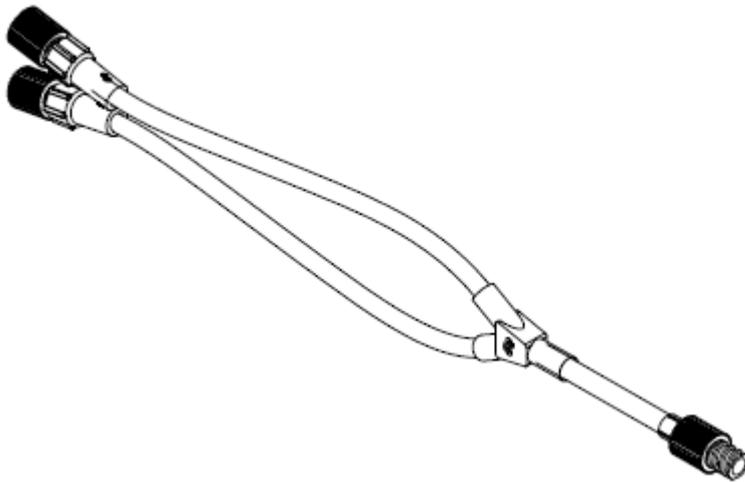

Figura 6. Conector en Y
- a. Retire las tapas estériles de un conector en “Y” (suministrado con los sistemas Cardioblate BP2 y LP, Modelos 49322 y 49342) (Ver Figura 6).
- a. Retire las tapas estériles de un conector en "Y" (suministrado con el sistema Cardioblate BP2, Modelo 49322) (Ver Figura 6).